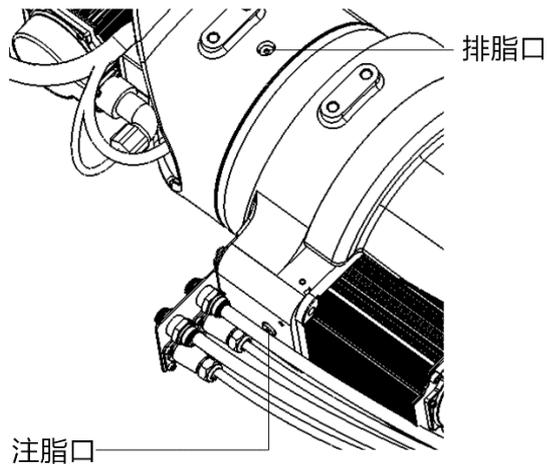

图 12-11 更换 J4 轴减速器润滑脂
- 步骤4. 卸下排脂口 M10x1 堵头，如图 12-11 所示。